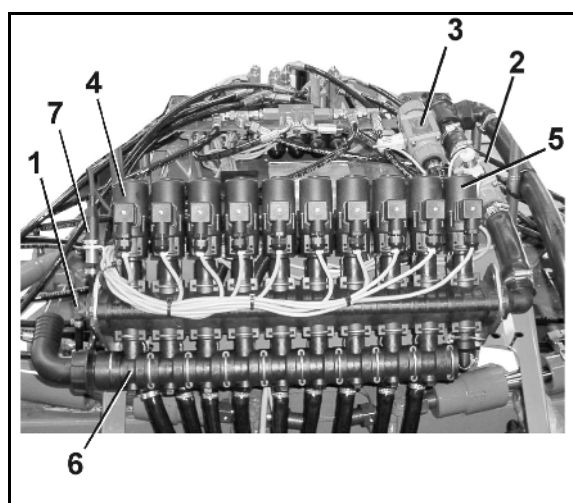

Fig. 97
Transportsikringsbøjlerne anvendes til fastlåsning af de indklappede sprøjtebomme i transportposition for at undgå utilsigtet udklapning.</p> <p>(3) Parallelogramramme til højdeindstilling af sprøjtebommen.</p> | <p>(4) Dysebeskyttelsesrør</p> <p>(5) Afstandsholder.</p> <p>(6) Sikring, yderste udlæggere, se på side 114</p> <p>(7) Svingningsudligning, se side på side 116.</p> <p>(8) Ventil og skiftehane til DUS-system</p> <p>(9) Bomarmatur, se Fig. 97.</p> <p>(10) Anordning til udvendig vask</p> |